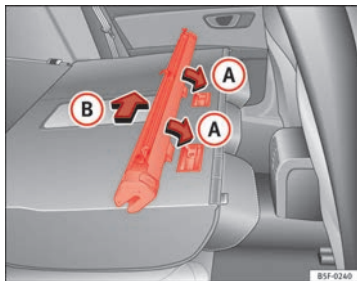

Fig. 100 Montar la red de separación en los respaldos del asiento trasero.
- Coloque la carcasa de la red en los rebajes de los carriles de sujeción en el sentido de las flechas → fig. 100 (A).
- Empuje la carcasa hacia el lado izquierdo del vehículo en el sentido de la flecha (B) y hasta el tope.
- Tire de la carcasa de la red aprox. 5 cm en el sentido contrario de la flecha ⇒ fig. 100 (B).
- Extraiga la carcasa de los carriles de sujeción tirando en el sentido contrario al de las flechas (A).